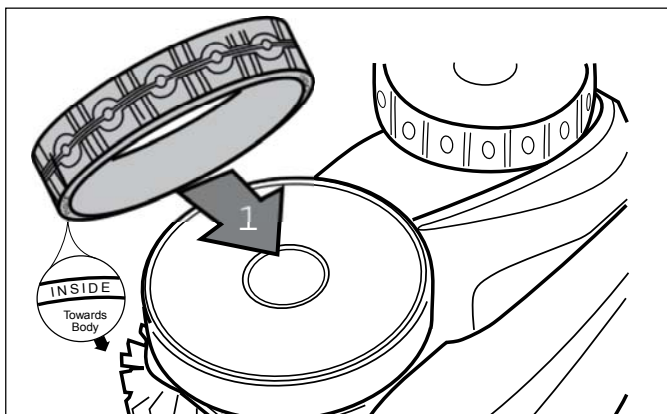

Figure 37. Aligement du pneu de remplacement
3. Pour remplacer le pneu, le positionner sur la roue en s'assurant de l'orienter de manière à ce que le mot INSIDE soit face au robot nettoyeur (Figure 37).